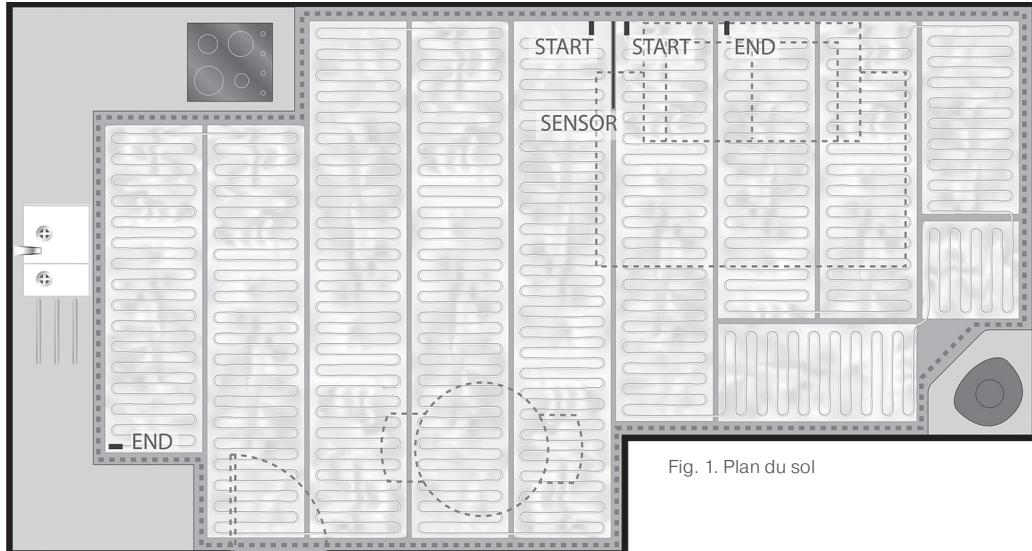

Fig. 1. Plan du sol
Lors de la phase de planification de l'installation du système de chauffage par le sol (Fig. 1), il convient de respecter un certain nombre de règles afin de garantir une installation correcte. Vous trouverez ci-dessous les directives à respecter pour la planification de l'installation et le plan de la pièce (voir Fig. 1 : zone chauffée délimitée par une ligne pointillée).
Vous devez déterminer le point de raccordement du thermostat et l'emplacement du capteur au sol et les inclure dans le plan (voir fig. 1 à titre d'exemple).
1. Réalisez votre propre plan de la pièce lors de la planification de l'installation (fig. 1). Cette opération s'avère nécessaire pour installer correctement le tapis chauffant et pouvoir ainsi conserver un document retraçant l'installation.